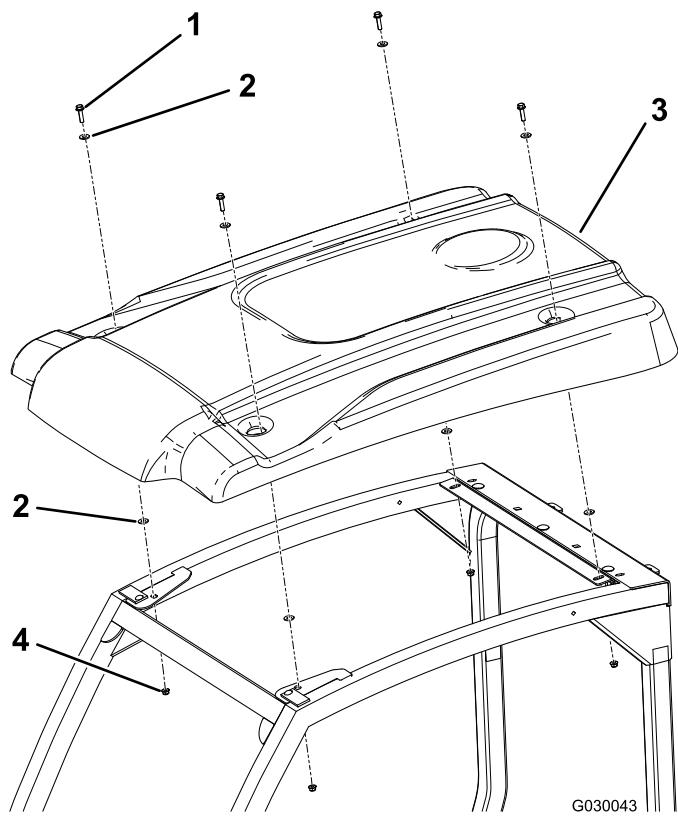

Рисунок 5
2. Расположите навес, как показано на Рисунок 5.